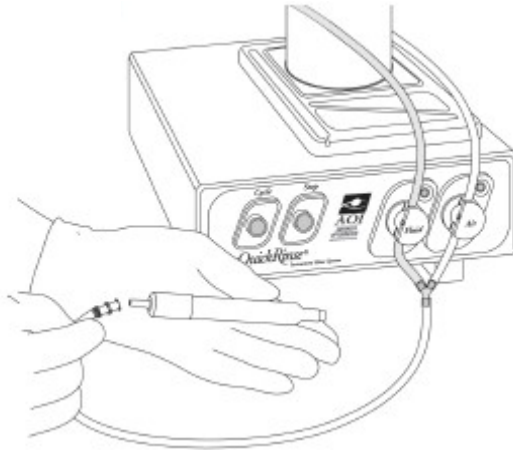

図 6-1 : インstrumentインターフェースチューブの接続
- 6.1.1 インstrumentインターフェースチューブを洗浄するアイテムに接続します。必要ならば、アクセサリフィッティングを使ってください（図 6-1 参照）。
6.2.1 リンスする器具にインストルメントインターフェースチューブを接続します。必要ならば、アクセサリフィッティングを使ってください (図 6-1 参照)。
- 6.3.1 洗浄する器具にインストルメントインターフェースチューブを接続します。必要ならば、アクセサリフィッティングを使ってください (図 6-1 参照)。
- 9.1 リンスするアイテムにインストルメントインターフェースチューブを接続します。必要ならばアクセサリフィッティングを使います（図 6-1 参照）。